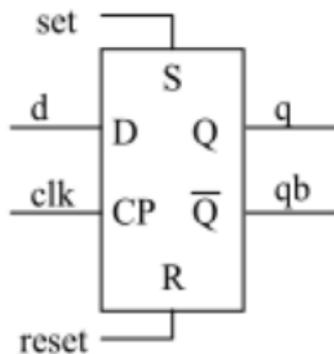

图 5.2 同步置位/复位 D 触发器的逻辑电路图
2、依据置位/复位信号有效工作时是否需要与时钟信号同步，带有置位/复位端口的 D 触发器可以分为同步置位/复位的 D 触发器和异步置位/复位的 D 触发器。其中同步置位/复位 D 触发器的逻辑电路符号如图 5.2 所示，它的功能表如表 5.2 所示。对于同步置位/复位的 D 触发器，当置位/复位端口的信号有效时，只有在时钟信号的上升沿到来时，D 触发器才可以进行置位或者复位操作。